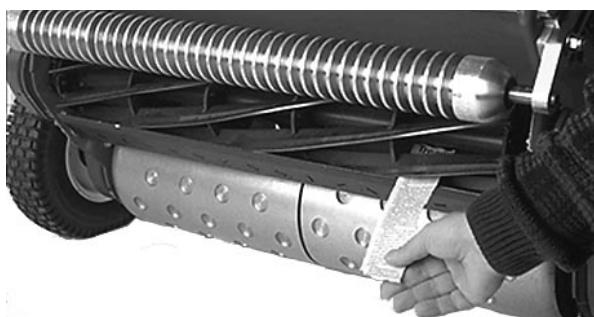

Fig. 5
3. A une extrémité à l'avant du cylindre, introduire une longue bande de papier journal entre le cylindre et la contre-lame (Fig. 5). Faire tourner lentement le cylindre en avant et serrer simultanément la vis de réglage de la contre-lame (du même côté que le cylindre), un cran à la fois, jusqu'à ce que le papier soit légèrement pincé quand on l'introduit par l'avant, parallèlement à la contre-lame, et que l'on sente une légère résistance quand on tire dessus (Fig. 4).
5. Après le réglage, vérifier que le cylindre peut pincer et couper un papier introduit par l'avant, à angle droit par rapport à la contre-lame (Fig. 5). Le papier doit normalement être coupé avec un contact minimum entre la contre-lame et les lames des cylindres. En cas de frottement excessif du cylindre, roder ou meuler l'unité de coupe de manière pour que les lames assurent une coupe précise (consulter la notice d'aiguisage des cylindres Toro).